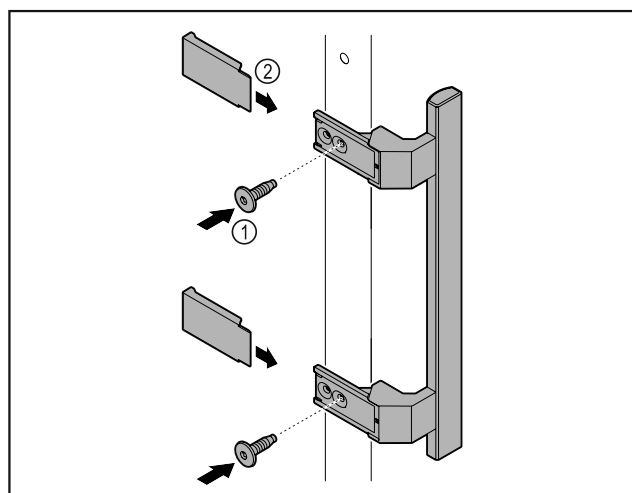

Fig. 6
- ▶ Montera handtaget från tillbehörspaketet på dörren med de skruvar Fig. 6 (1) som medföljer.
- ▶ Sätt på skyddet Fig. 6 (2).